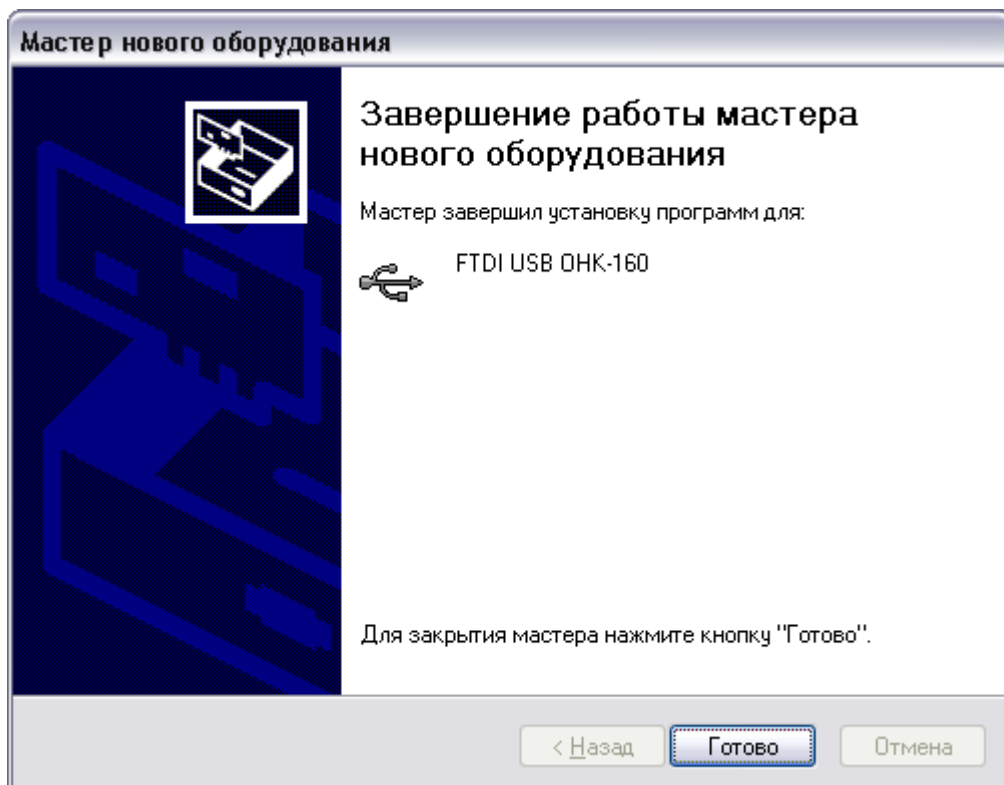

Рисунок 17.
11. По завершении установки драйвера появится окно завершения работы мастера нового оборудования (Рисунок 17). Нажать кнопку «Готово»